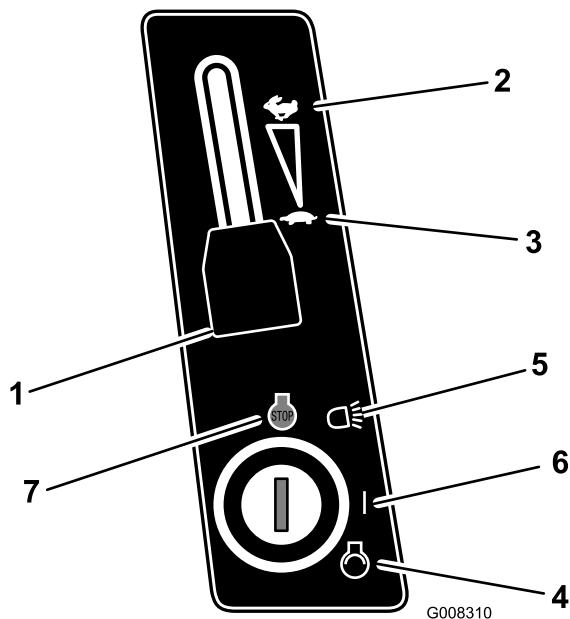

Bild 13
- Stellen Sie den Gasbedienungshebel beim Anlassen eines kalten Motors auf Choke (Bild 13).
- Stellen Sie den Gasbedienungshebel auf Langsam (Bild 13).
- Drehen Sie den Zündschlüssel nach rechts und halten ihn auf Start (Bild 13). Lassen Sie den Schlüssel los, wenn der Motor anspringt.
- Schieben Sie den Gasbedienungshebel, sobald der Motor angesprungen ist, langsam auf Schnell (Bild 13).
- Stellen Sie dann den Gasbedienungshebel auf Langsam“ (Bild 13).
- Drehen Sie den Zündschlüssel auf Aus“ (Bild 13).